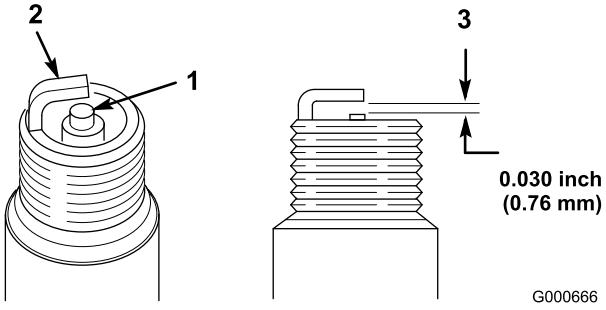

Bild 25
1. Sehen Sie sich die Mitte der Zündkerze an (Bild 25). Wenn der Kerzenstein hellbraun oder grau ist, ist der Motor richtig eingestellt. Eine schwarze Schicht am Kerzenstein weist normalerweise auf einen schmutzigen Luftfilter hin.
2. Prüfen Sie den Abstand zwischen der mittleren und der seitlichen Elektrode (Bild 25) und biegen Sie die seitliche Elektrode, wenn der Abstand falsch ist.